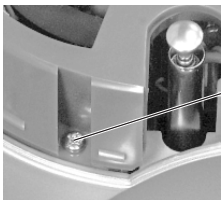

Fig. 4
- Schraube (G) und 12 Schrauben (I) herausdrehen (Fig. 4).
- Undo screw (G) and 12 screws (I) (Fig. 4).